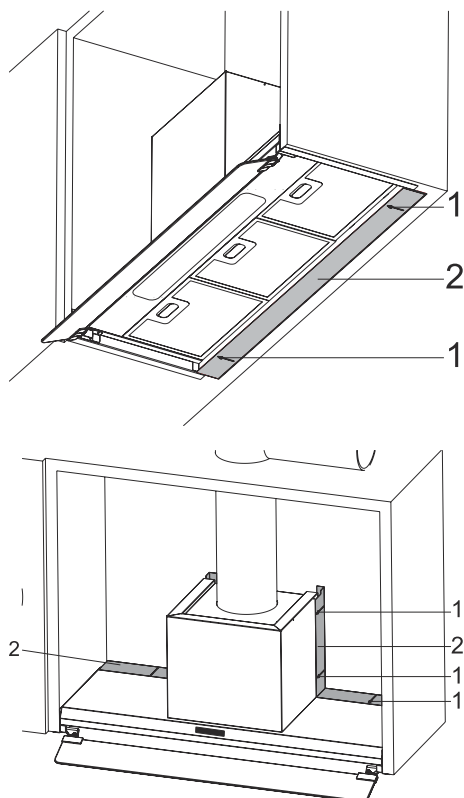

Fig. 13
4. ➔ Se c'è spazio tra la cappa e la superficie posteriore, riempire questo spazio con il distanziale montata sull'apparecchiatura (Fig. 13).
Allentare le viti di connessione del distanziale e incollare distanziale spingendolo fino alla parete posteriore. Ripetere questo per altri distanziali sul corpo (Fig. 13).